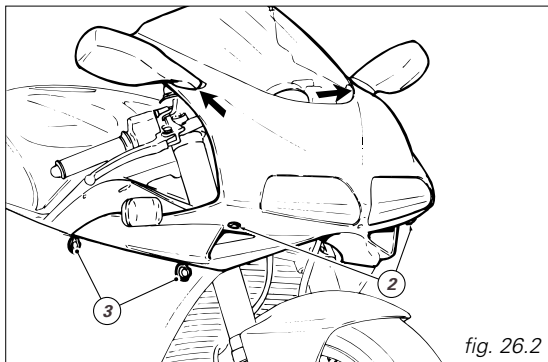

fig. 26.2
Destornillar los dos tornillos (2, fig. 26.2) de fijación al soporte faro y desenganchar las cuatro conexiones (3) de unión semicarenados.